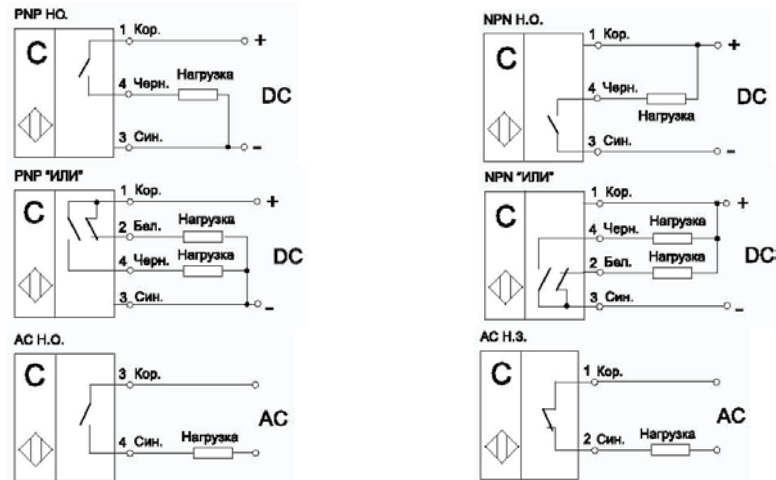

Рис. 2. Схемы подключения выключателей (цифрами обозначены номера контактов клеммника)
3.3 Схемы подключения показаны на Рис.2. Схемы подключения приведены в маркировке выключателя.